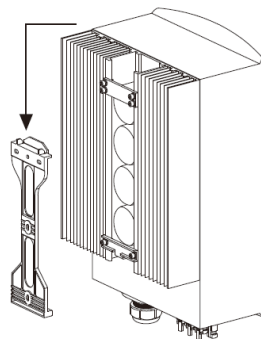

Рисунок 4.6 – Крепежный элемент
4. Для установки инвертора совместите паз кронштейна на задней стенке инвертора с выступом на крепежном элементе. Затем медленно опускайте инвертор вниз вдоль крепежного элемента до его фиксации (см. Рисунок 4.6).